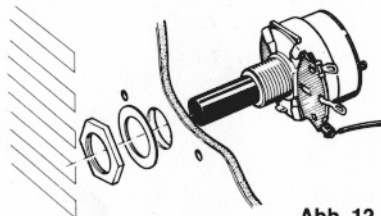

Abb. 12
Stecke das Potentiometer mit der Achse von innen durch das entsprechende Loch, das du auf der Abbildung der Frontkarte bei dem betreffenden Gerät erkennen kannst. Du siehst dort auch, in welche Richtung die Anschlüsse des Potentiometers zeigen müssen. Befestige das Potentiometer mit der Unterlagescheibe (34) und der großen Mutter. Am Potentiometer befinden sich fünf Anschlußösen. Über alle werden Spiralfedern (22) gesteckt und dadurch die Anschlußdrähte in den Löchern festgehalten (Abb. 12).